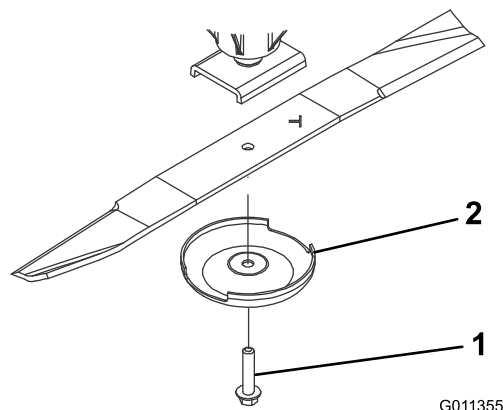

Figure 62
2. Tenez la lame par son extrémité avec un chiffon ou un gant épais. Enlevez le boulon, la coupelle de protection et la lame de l'axe de pivot (Figure 62).
3. Montez la lame, la partie relevée vers le tablier de coupe, et fixez-la avec la coupelle de protection et le boulon (Figure 62). Serrez le boulon de la lame à un couple de 115 à 149 Nm (85 à 110 pi-lb).